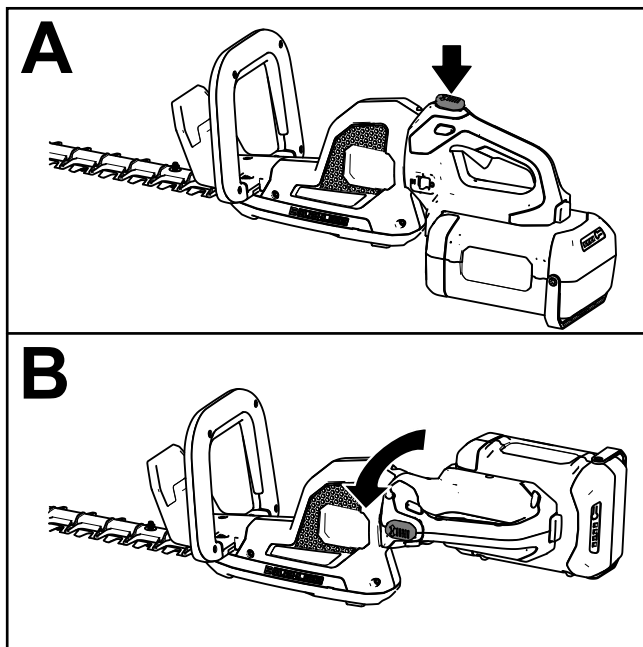

Figure 7
1. Appuyez de manière prolongée sur le bouton de verrouillage de la rotation (encadré A de la Figure 7).
2. Tournez la poignée de 90° vers la droite ou la gauche selon le sens de coupe recherché, puis relâchez le bouton de verrouillage de la rotation pour bloquer la poignée à la position voulue (encadré B de la Figure 7).